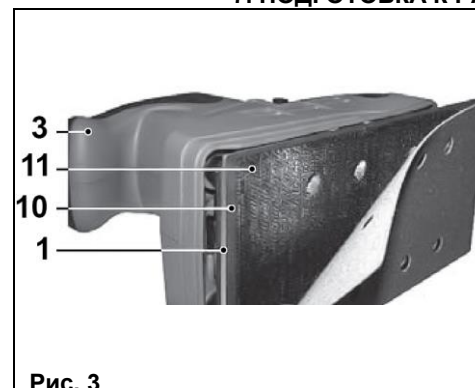

Рис. 3
7.1 Установка шлифлиста на «липучках» (Рис.3).